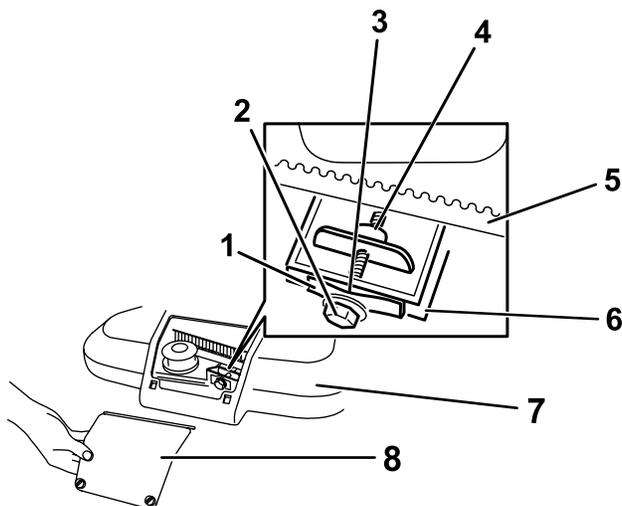

Рисунок 32
1. Ослабьте 2 болта крепления на $\frac{1}{4}$ оборота на панели доступа кожуха ремня и снимите панель (Рисунок 32)
Примечание: Если между измерителем зазора и пружиной есть видимый зазор, затяните регулировочный болт и гайку до момента, когда калибр начнет свободно входить в зазор и выходить из него (Рисунок 32).